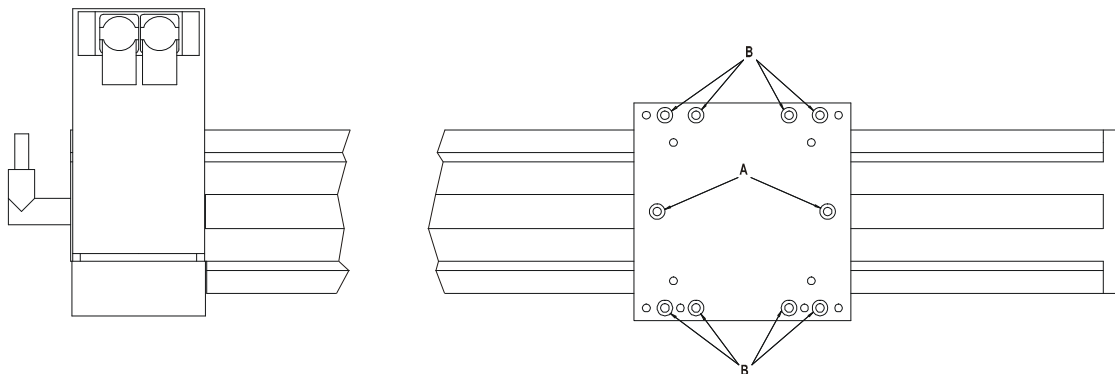

Abbildung 18: Draufsicht Lineareinheit
- Entkoppeln Sie durch Lösen der beiden in Laufrichtung mittig angebrachten Verbindungsschrauben die Schlitteneinheit vom Mitnehmer (Zahnriemen) (siehe *Abbildung 18*, unten, **A**).
- Vor dem Aufziehen der Schlitteneinheit muß auf einer Seite die Schraubverbindung (**B**) zwischen Schlittenplatte und Spannklotz (siehe *Abbildung 18, Seite 21*) gelockert werden, um ein Verspannen der Linearlager beim Aufziehen auf die Führung zu vermeiden.
- Festziehen der Verbindungsschrauben (siehe *Abbildung 18, Seite 21, B*) zwischen Schlittenplatte und Spannklotz.
- Verbinden von Mitnehmer und Schlitteneinheit (siehe *Abbildung 18, Seite 21, A*)
- Entkoppeln der Schlitteneinheit vom Mitnehmer durch Lösen der beiden in Laufrichtung mittig angebrachten Verbindungsschrauben (siehe *Abbildung 18, Seite 21, A*)
- Verbinden von Schlitteneinheit und Mitnehmer (siehe *Abbildung 18, Seite 21, A*).